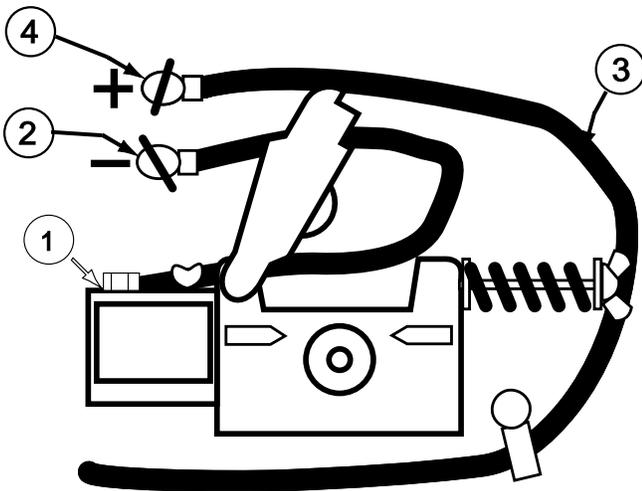

FIGURA A.4
5. **Para Innershield Solamente:** Refiera a la figura A.4. Según lo entregado, la máquina está conectada para la polaridad negativa del electrodo. Para atar con alambre para la polaridad negativa (requerida para el proceso de Innershield), conecte el cable corto unido al bloque de conector (1) con (-) el terminal de salida negativo (2) y el cable del trabajo (3) (+) al terminal positivo (4).